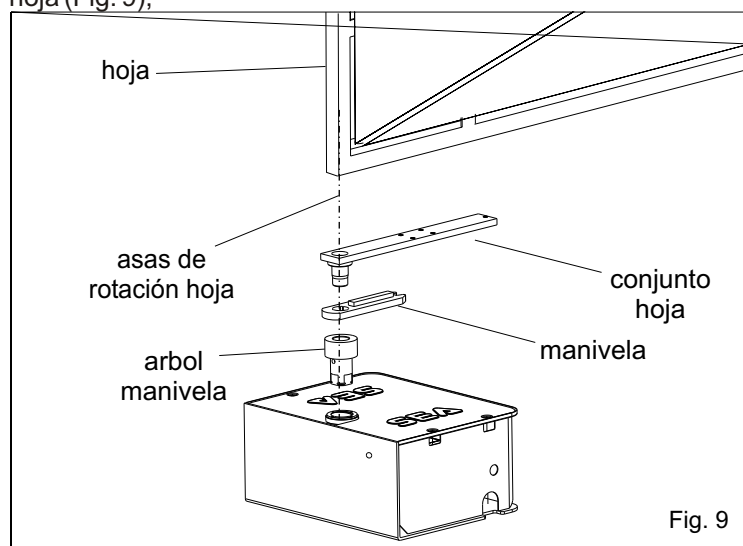

Fig. 9
3.1. Posicionar la hoja de la cancela con el conjunto hoja haciendo referencia a las asas de rotación de la bisagra de la hoja (Fig. 9);